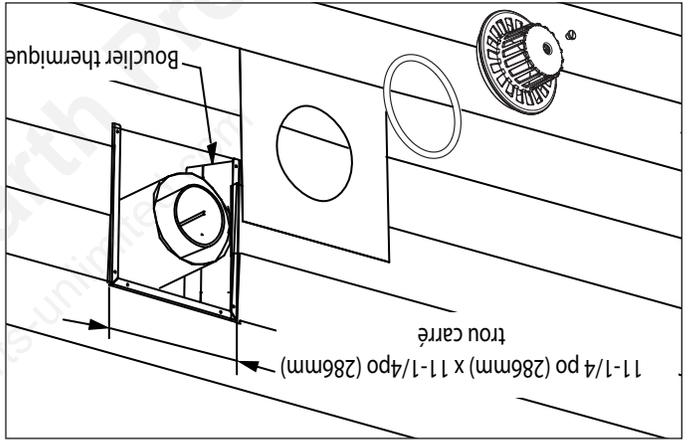
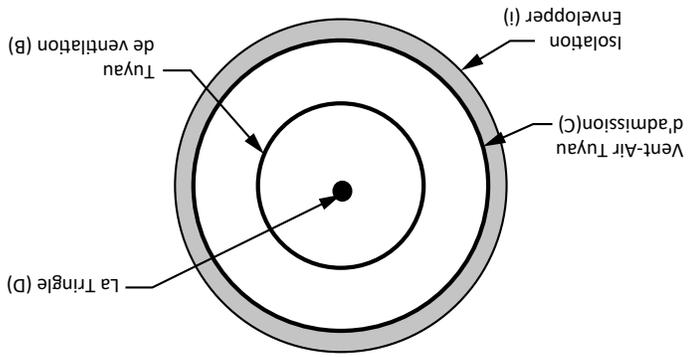

Figure 28
Figure 27
• (B) tuyau de ventilation
• (C) tuyau d'admission d'air
• (I) isolation
• (D) tige
2. Le trou à l'extérieur du mur doit être un carré de 11-1/4" (286 mm) X 11-1/4" (286 mm) (voir figure 28).
3. De l'extérieur du mur, vissez légèrement la tige (D) sur le support situé à l'intérieur de la sortie de fumée de l'appareil.
4. Enveloppez le tuyau d'admission d'air (C) avec l'isolant fourni (I) (côté feuille vers l'extérieur) et placez la bande de ruban fournie (H) le long de la couture pour le fixer.
5. Faites glisser le plus petit tuyau d'évent (B) (de l'extérieur de votre maison) à travers le trou dans le mur et fixez-le à l'appareil de chauffage monté à l'intérieur de votre maison. Assurez-vous que le tuyau de ventilation est bien ajusté et engagé dans l'isolant.
enveloppez et fixée avec le ruban adhésif à l'extérieur du plus grand tuyau d'admission d'air (C). L'isolant ne doit PAS être enroulé entre le tuyau d'évent (B) et le tuyau d'admission d'air d'évent (C) (voir figure 27).